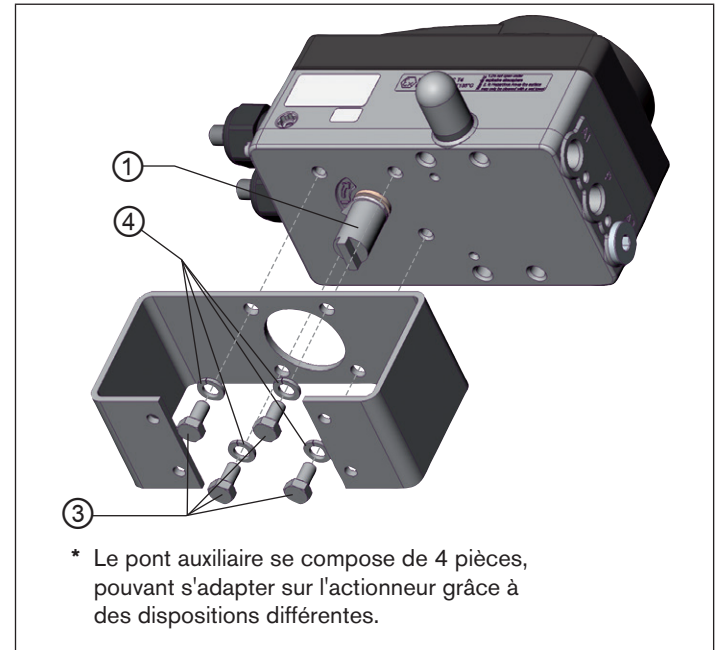

Fig. 7 : Fixer le pont auxiliaire (représentation schématique)
→ Fixer le pont auxiliaire avec 4 vis à tête cylindrique ③ et rondelles Grower ④ sur le positionneur (voir « Fig. 7 »).